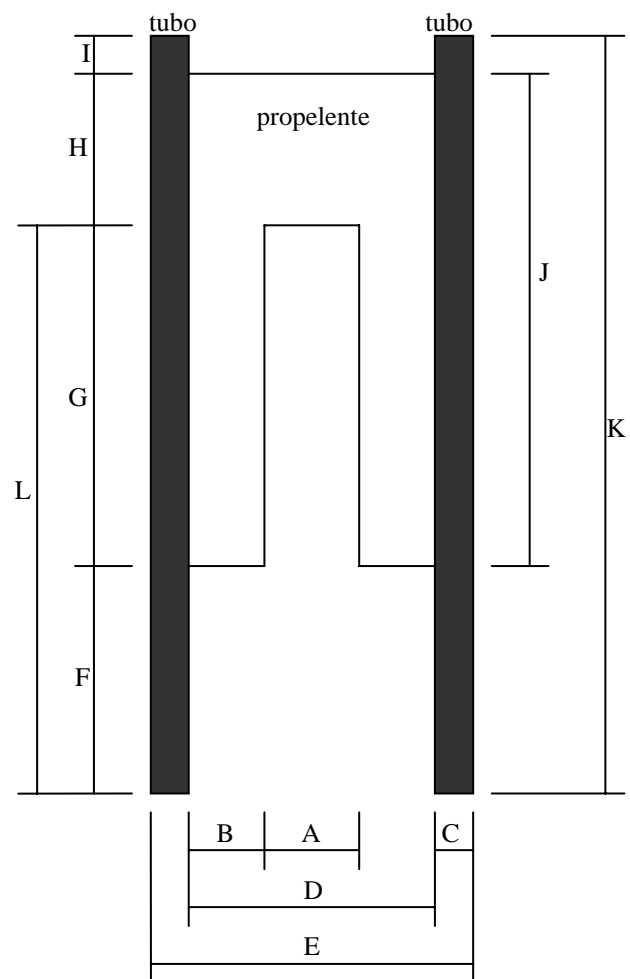

Figura 1. Definição dos parâmetros geométricos dos motores-foguete.
- a) Com precisão de pelo menos 0,1 mm, medir e calcular todos os parâmetros geométricos da Figura 1 para cada motor. Usar a planilha impressa que será entregue a cada aluno.